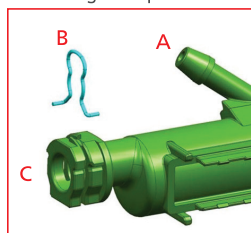

FIGURA 1
- 3 - Remover a mangueira do reservatório (item A figura 1) de alimentação de fluido do Cilindro mestre e com auxílio de um recipiente coletar o fluido que irá sair pela tubulação (não reaproveitar o fluido coletado).
- 4 - Remover o "clip metálico" (item B figura 1) e em seguida a tubulação do "cilindro escravo" (item C figura 1). Manter a tubulação do cilindro escravo na posição vertical, evitando o vazamento do fluido e garantindo que o restante do sistema continue preenchido de fluido.